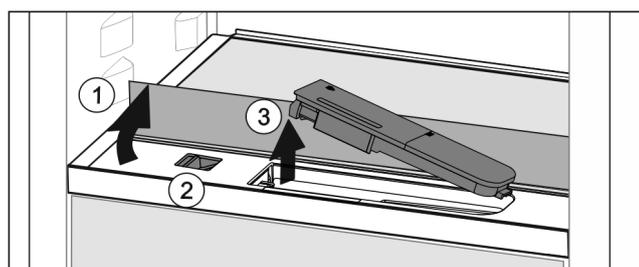

Fig. 138
- ▶ Soulever la tablette et la rabattre vers l'arrière jusqu'à la butée Fig. 138 (1).
- ▶ Pousser le curseur Fig. 138 (2) vers la gauche.
- ▶ Sortir le filtre à eau Fig. 138 (3).